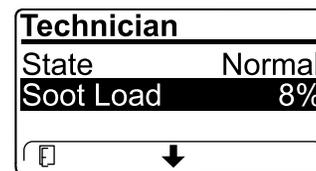

Рисунок 63
- Посмотрите объем сажи, измеряемый в виде процентов в DPF (Рисунок 63); см. таблицу объема сажи.